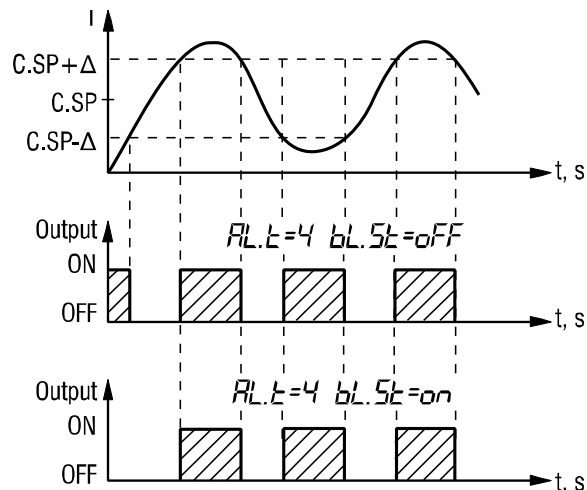

Fig. 6.9 Opción "Ignorar alarma al iniciar" (Output = Salida)
1. Si una unidad lógica es utilizada en modo "Alarma fuera de límites", puede ser útil bloquear la primera alarma, porque el valor controlado no debe encontrarse dentro del valor válido al iniciarse la acción de control. Para usar esta opción se debe establecer el parámetro **bL.St** (grupo PL-2) en ON. Diagramas de tiempo para las salidas de esta opción son indicados en la Fig. 6.9.